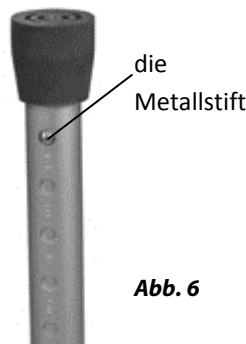

Abb. 6
3. Prüfen Sie vor Gebrauch immer, ob die Metallstifte sicher im entsprechenden Justierloch sitzen. Zudem testen Sie bitte, ob die Duschsitz richtig zusammengebaut wurde, indem Sie der Sitz nach unten drücken (Abb. 6).